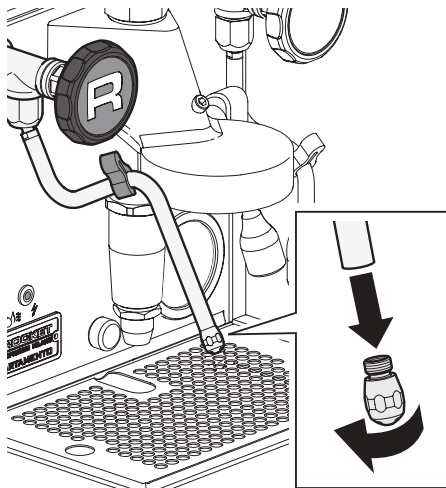

fig. 8.1
2. Si les jets de vapeur sont obstrués par du lait séché, dévisser la buse et débloquer/nettoyer avec un trombone (fig. 8.1).